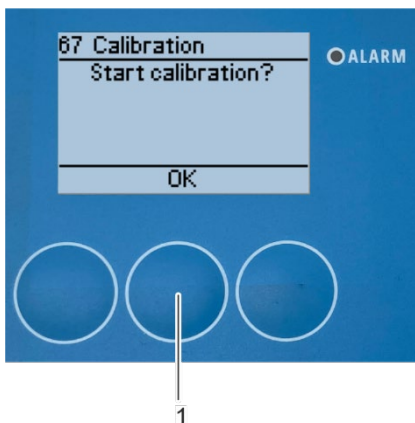

Figura 111: Iniciar la calibración
5. Inicie la calibración pulsando *[Aceptar]* (Figura 111/1).